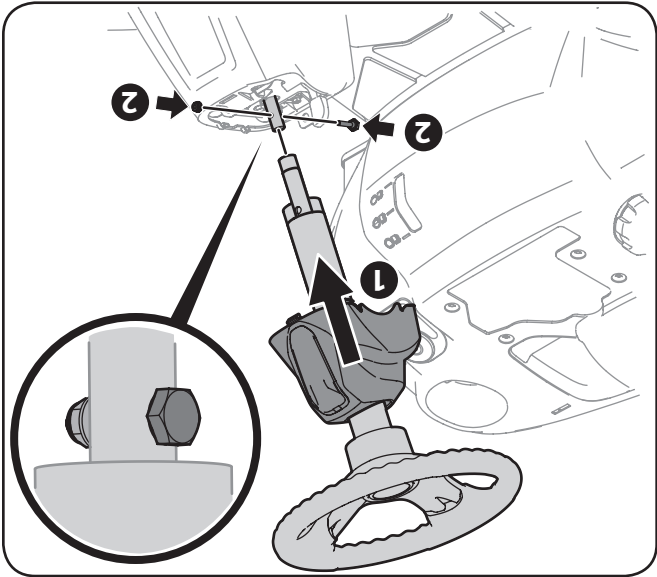

Figure 3-3
4. Abaissez le volant sur la partie inférieure de l'arbre de direction et maintenez-le en place avec la boulon à épaulement et le contre-écrou enlevés plus tôt. Voir la Figure 3-3.